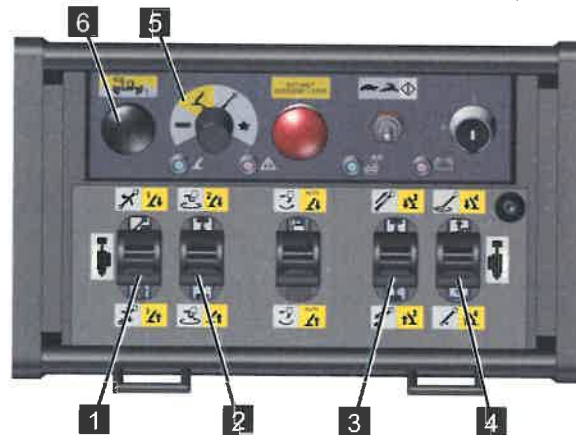

Abb. 135
3. Den Funktionswahlschalter auf [Stützenfunktion] (gelb) (Abb.135/5) stellen.
4. Den Kollisionstaster (Abb.135/6) gedrückt halten.
5. Mit den Steuerhebeln (Abb.135/1,2,3 und 4) die gewünschte(n) Stütze(n) gemäß nachfolgender Tabelle bedienen.